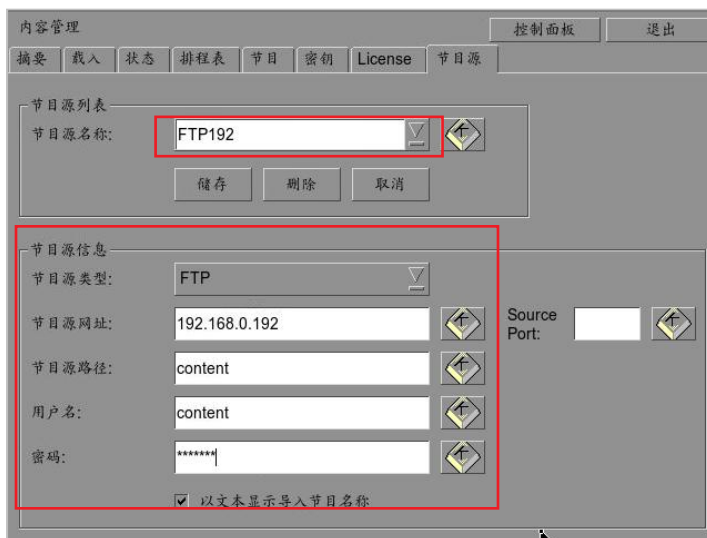

图 33 FTP 导入源设置。
1. 选择**[节目源]**，然后选择**[添加]**（如图 33 所示）。